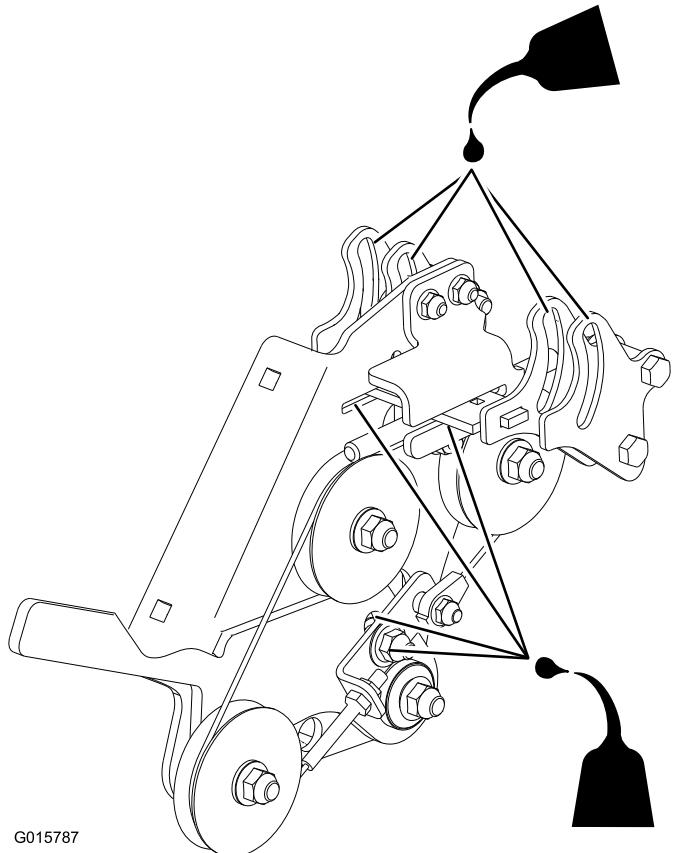

図 26
6. 速度コントロール部の潤滑を行う ; 3-IN-ONE® オイル又は同等品を使用する。潤滑部位については 図 26 を参照のこと。
7. 速度コントロール部の潤滑を行う ; 3-IN-ONE® オイル又は同等品を使用する。潤滑部位については 図 26 を参照のこと。